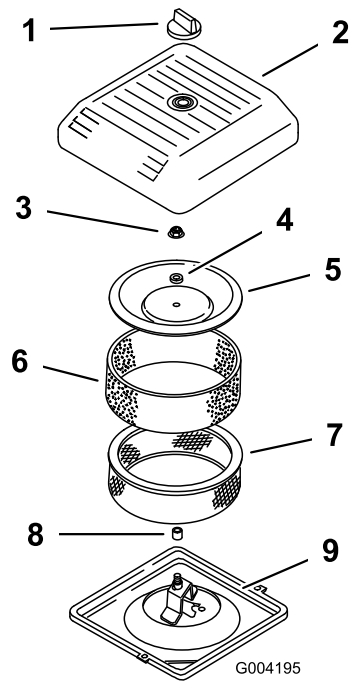

Рисунок 158
- 1. Осторожно наденьте фильтр предварительной очистки из вспененного материала на бумажный элемент (Рисунок 158).